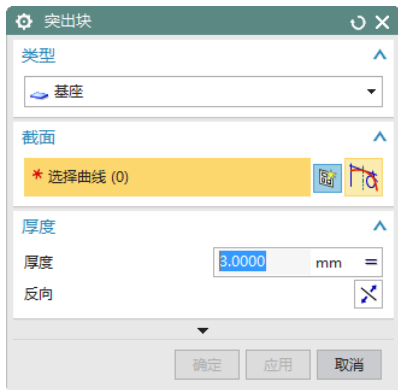

图 2-14 “突出块”对话框
选择“菜单(M)”→“插入(S)”→“突出块(B)”，或者单击“主页”选项卡“基本”面组上“突出块”按钮，弹出如图 2-14 所示的“突出块”对话框。
(1) 选择曲线：用来指定使用已有的草图来创建平板特征，在图 2-14 的对话框中为默认选项，即默认选中  图标。
(2) 绘制草图：在图 2-14 的对话框中单击  图标，可以在参考平面上绘制草图来创建平板特征。
(1) 厚度：指定平板的厚度。
(2) 反向：在如图 2-14 所示的对话框中单击  按钮，可以切换基本突出块特征的拉伸方向，与在视图区中更改拉伸方向功能相同。